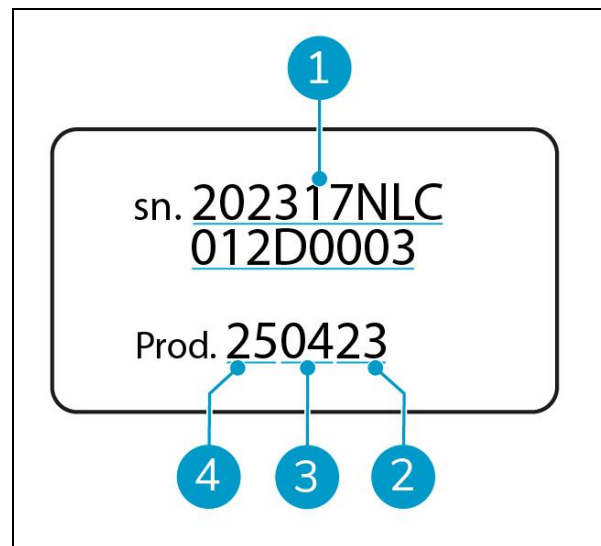

Figura 3
- Número de série (figura 3, pos. 1).
- Ano de produção (Figura 3, pos. 2).
- Mês de produção (Figura 3, pos. 3).
- Dia de produção (Figura 3, pos. 4).